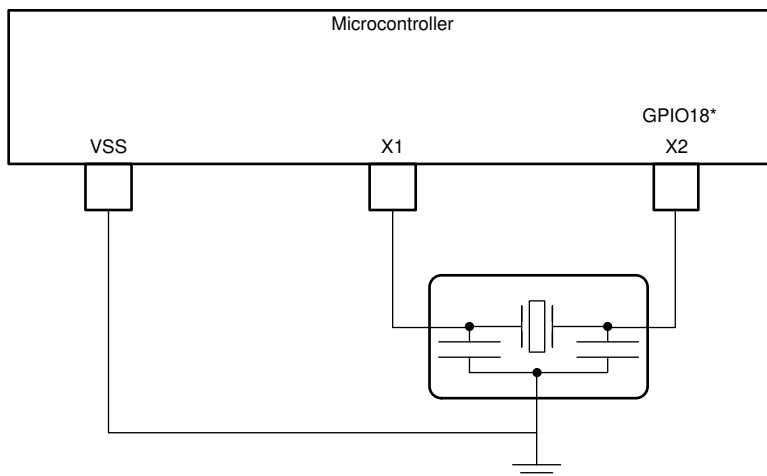

図 6-19. 外部共振子
- 外部共振子。図 6-19 に示すように、X1 と X2 の間に共振子を接続し、そのグラウンドを VSS に接続する必要があります。